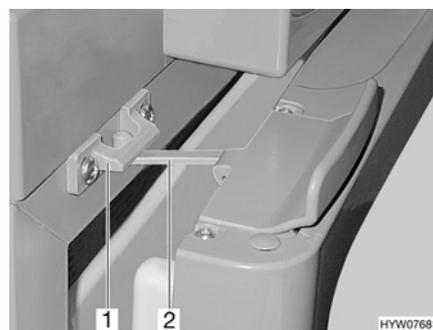

Fig. 99 Puerta del frigorífico en posición de ventilación (Thetford)
- Abrir el bloqueo (Fig. 99,2) y engatillarlo en el alojamiento del bloqueo (Fig. 99,1). De este modo, la puerta del frigorífico quedará ligeramente abierta.